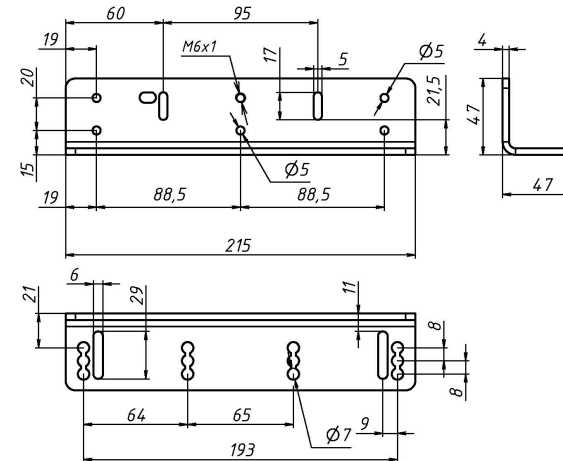

Рисунок 6 - L-уголок AL-350FB-M
- L-уголок AL-350FB-M для крепления корпуса замка (рисунок 6);